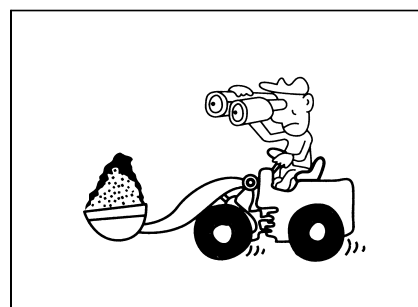

Рис.1-32
- Так как данное оборудование имеет рабочие устройства, на переднем кругозоре есть препятствие. Кроме того, при погрузке груза вес в основном действует на передние колеса. При движении по дороге следует обращать внимание на переднюю и заднюю устойчивость погрузчика (рис. 1-32).